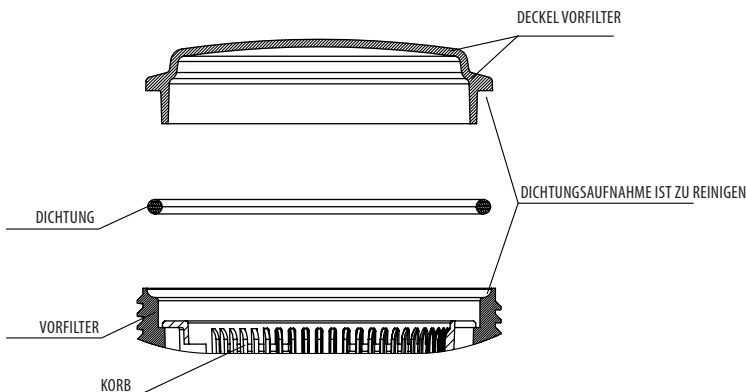

ABBILDUNG 7
- Bei jedem Öffnen des Vorfilters Verunreinigungen am Dichtungssitz und an der Dichtung selbst entfernen, um die Dichtheit des Deckelverschlusses zu gewährleisten (ABBILDUNG 7).